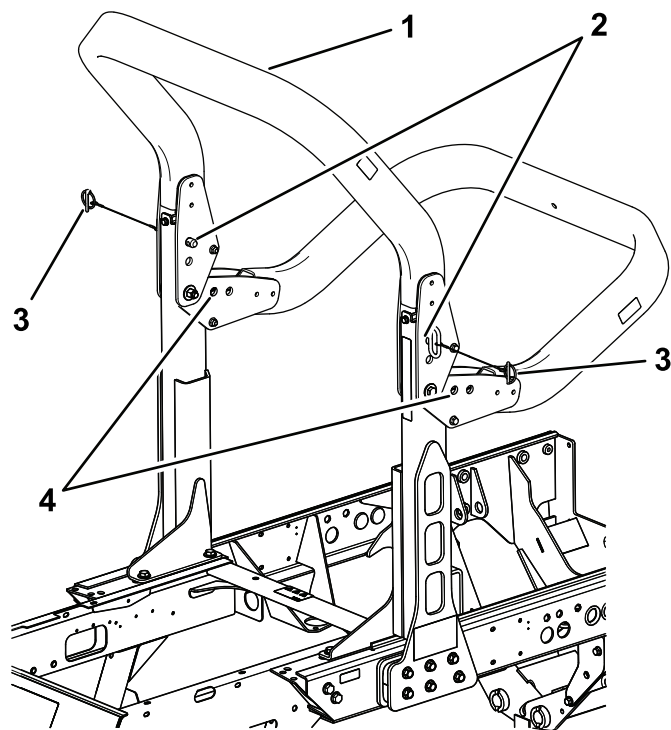

Figure 74
2. Soutenez le poids du cadre supérieur de l'arceau de sécurité pendant que vous enlevez les goupilles de verrouillage et les axes de chape des supports de pivot (Figure 74).